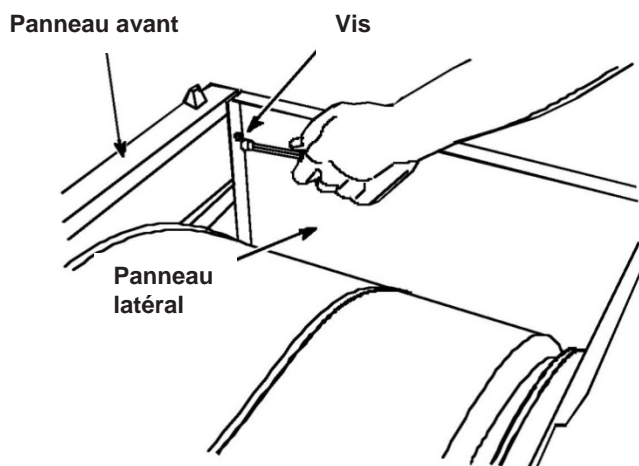

FIGURE 1
5. Retirer le tamis à charpie. Retirer les deux (2) vis à côté du tamis à charpie.
8. Retirer les deux (2) vis intérieures en haut des rebords du panneau avant. Avec des gants, dégager le panneau avant en le levant hors de ses attaches inférieures (l'avant du tambour s'affaisse légèrement). Mettre le panneau avant de côté. Voir *Figure 1*.